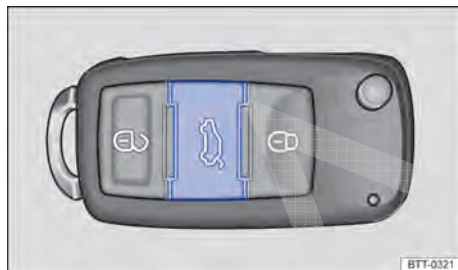

Fig. 54 Na chave do veículo: botão de destravamento da tampa traseira.
- Se caso o veículo encontrar-se travado, apertar o botão ⓘ na chave do veículo com comando remoto → Fig. 54 (seta) por aproximadamente um segundo para destravar a tampa traseira.